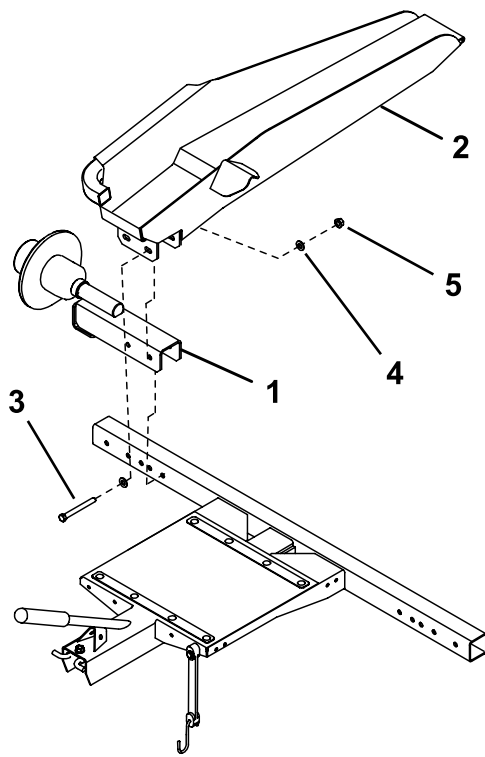

Figura 3
2. Monte o conjunto do eixo e um conjunto de rampa (Figura 3) ou calha (Figura 4) em cada extremidade da estrutura com dois parafusos ($\frac{3}{8}$ pol. x 3 pol.), quatro anilhas e duas porcas.